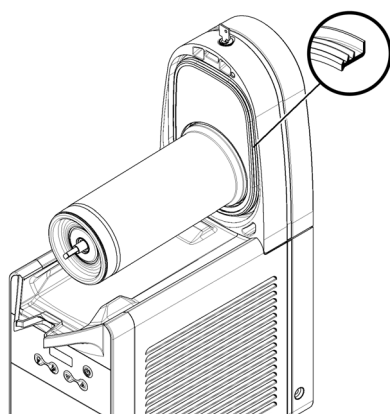

figura 10
- NOTA: el ala de mayor diámetro tiene que apoyarse a la pared posterior (ver figura 10).